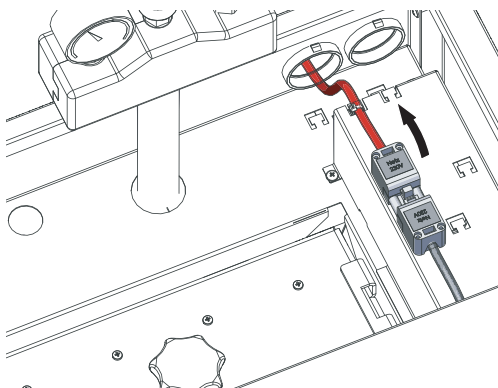

Fig. 62 Staccare la spina di rete dell'apparecchio
- ▶ Togliere assolutamente tensione alla caldaia (ad es. staccando la spina di rete) prima di effettuare qualsiasi lavoro di pulizia o riparazione – Fig. 62.
- ▶ Inserire la spina di rete dell'apparecchio – Fig. 62.